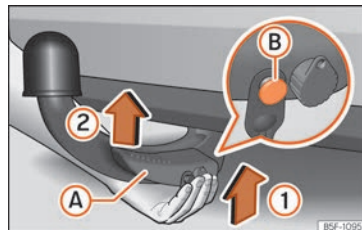

Fig. 254 Colocación del gancho de remolque. Paso 1
- Sujete el gancho de remolque **desde abajo** y encájelo en el alojamiento del gancho siguiendo el sentido de la flecha » **fig. 254 ①** hasta que se encastre de forma audible » **△**.
La palanca » fig. 254 (A) gira **automáticamente** en el sentido de la flecha (2) hacia arriba y el perno de desbloqueo (B) sale hacia afuera (su parte roja y verde es visible) » fig. 254.
- Al fijar el gancho de remolque, para evitar pillarse los dedos, se recomienda **mantener las manos retiradas de la palanca** » fig. 254 (A).